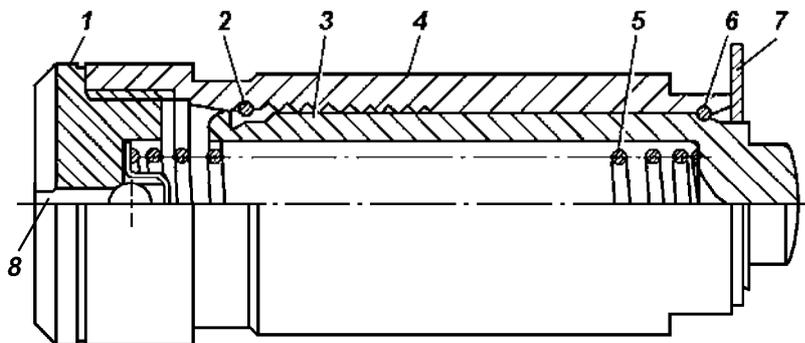

Abb. 27. Hydraulischer Spanner:
**Hydraulischer Spanner** (Abb. 27) - Stahl, in Form eines dem Spalt angepassten Kolbenpaares, bestehend aus Körper 4 und Kolben 3. Der hydraulische Spanner sorgt für eine konstante Kettenspannung und dämpft deren Schwingungen durch Öldruck im Schmiersystem und die Wirkung der Kolbenpaarfeder.